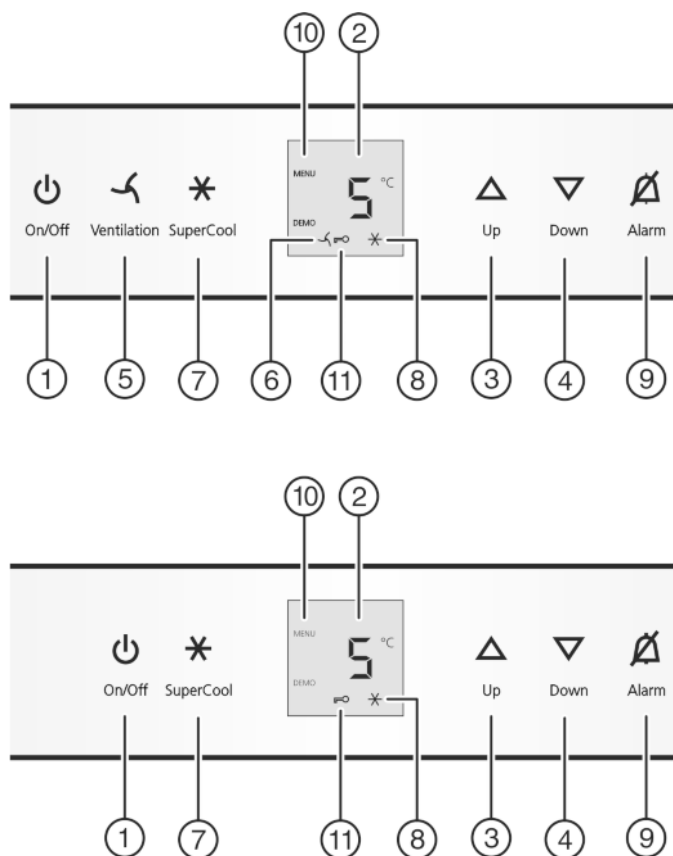

Fig. 2
- ▶ нажмите кнопку On/Off Fig. 2 (1).
- ▶ Активация режима настройки: удерживайте кнопку SuperCool Fig. 2 (7) прим. 5 с.
- ▶ Коротко нажмите кнопку SuperCool Fig. 2 (7) для подтверждения.
- ▶ Для включения защиты от детей коротко нажмите клавишу SuperCool Fig. 2 (7).
- ▷ Символ "Защита от детей" Fig. 2 (11) горит. На индикации мигает **c**.
- ▶ Для выключения защиты от детей коротко нажмите клавишу SuperCool Fig. 2 (7).
- ▷ Символ защиты от детей Fig. 2 (11) гаснет. На индикации мигает **c**.
- ▶ Выход из режима настройки: нажмите кнопку On/Off Fig. 2 (1).
- ▶ Нажмите кнопку Alarm Fig. 2 (9).
- ▶ Установка более высокой температуры: нажмите кнопку настройки Up Fig. 2 (3).
- ▶ Установка более низкой температуры: нажмите кнопку настройки Down Fig. 2 (4).
- ▶ Коротко нажмите кнопку SuperCool Fig. 2 (7).
- ▷ На индикации горит символ SuperCool Fig. 2 (8).
- ▷ Символ SuperCool Fig. 2 (8) на индикации гаснет.
- ▶ Коротко нажмите кнопку "Вентиляция" Fig. 2 (5).
- ▷ Символ Вентиляция Fig. 2 (6) горит.